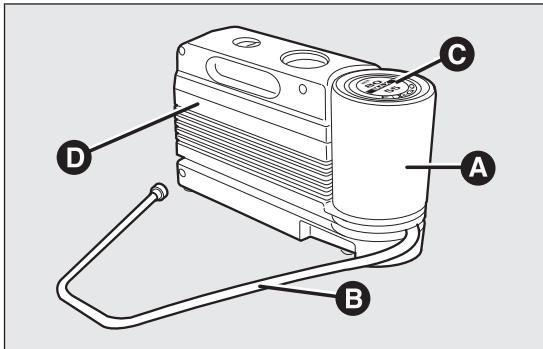

Abb. 102
Das Kit Abb. 102 beinhaltet:
- Einen Kompressor D Abb. 102 mit Manometer und Anschlägen, der sich im Fach befindet;